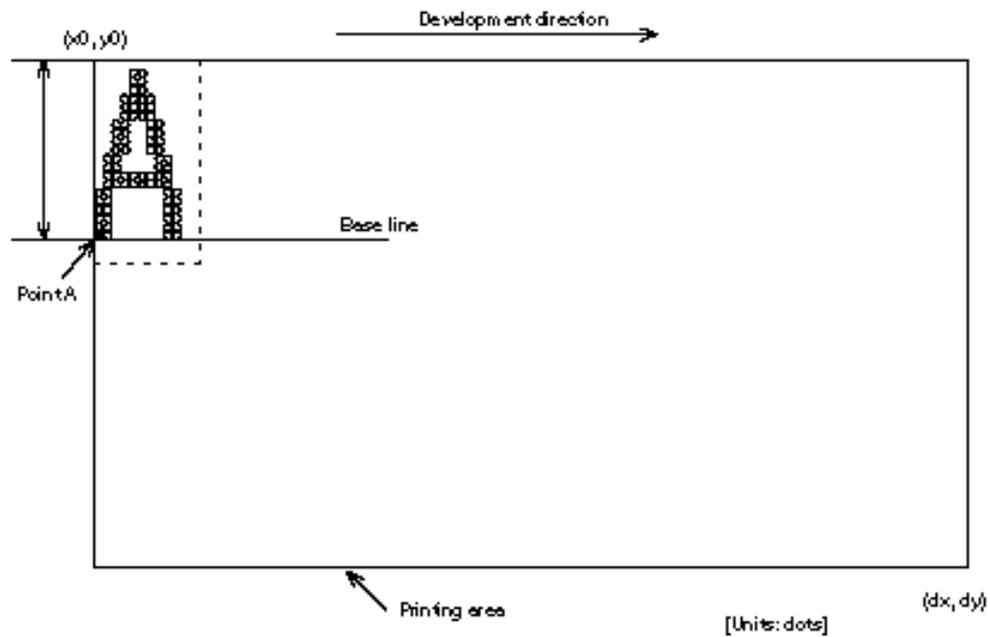

图 3.10.2 字符数据打印位置
- 2) **ESC W** 设置了可打印区域 并用 **ESC T** 设置了打印方向之后打印机接收打印数据时，在可打印区域内格式化打印数据，使图3.10.2中的点A作为缺省值位于可打印区域的开始。（当打印字符时，点A作为基线。）